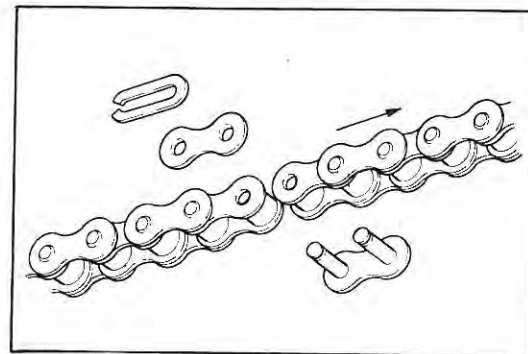

Fig. 29
N.B.: In caso di smontaggio della catena, nel rimontarla, fare attenzione ad installare la forchetta di fermo della maglia di giunzione con la parte aperta rivolta nella direzione opposta al senso di avanzamento della catena stessa (**Fig. 29**).